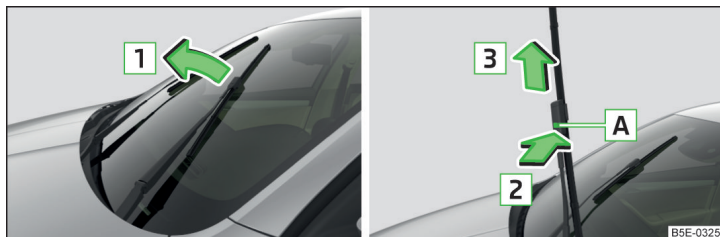

Fig. 217 Lamela ștergătorului de parbriz
- Ridicați brațul de ștergător de parbriz de pe parbriz, în sensul săgeții » fig. 217.